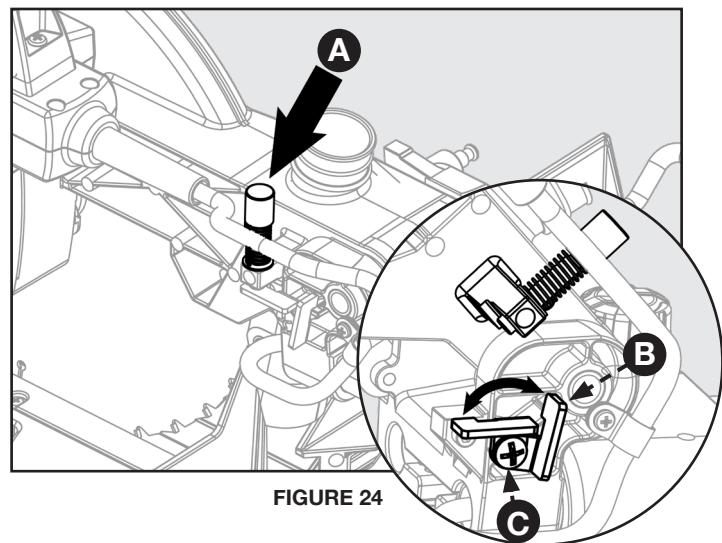

FIGURE 24
Consultez la figure 24 et suivez ces instructions afin de régler la butée pour une profondeur spécifique de coupe :utilisez un tournevis à tête cruciforme pour dévisser la vis (C) et tournez par la suite le support de la butée (B) dans le sens antihoraire vers le bas. Assurez-vous de resserrer la vis (C). La profondeur de la coupe peut maintenant être ajustée en tournant la vis d'ajustement de profondeur (A).
Consultez la figure 24 et suivez ces instructions afin d'effectuer une coupe complète :utilisez un tournevis à tête cruciforme pour dévisser la vis (C) et tournez par la suite le support de la butée (B) dans le sens horaire vers le haut. Assurez-vous de resserrer la vis (C).